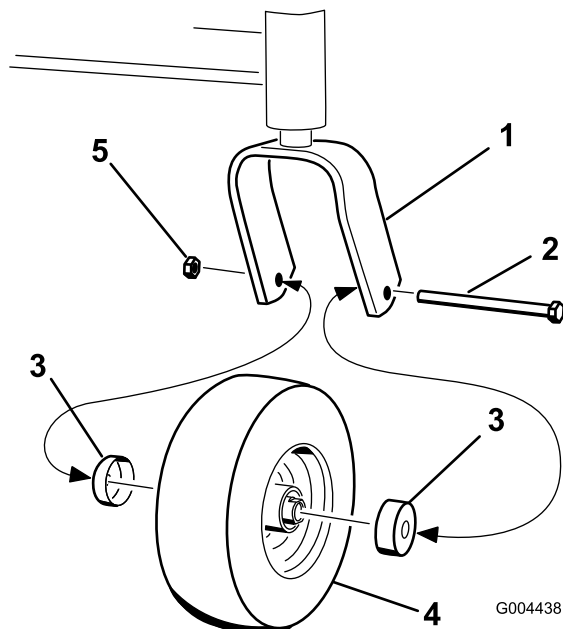

Figura 28
4. Retire la tuerca y el perno que sujetan la rueda giratoria a la horquilla delantera (Figura 28).
5. Retire el retén del cubo de la rueda (Figura 28).
17. Instale los retenes sobre los cubos de la rueda e introduzca la rueda en la horquilla (Figura 28).
18. Instale el perno de la rueda y apriete la tuerca (Figura 28).